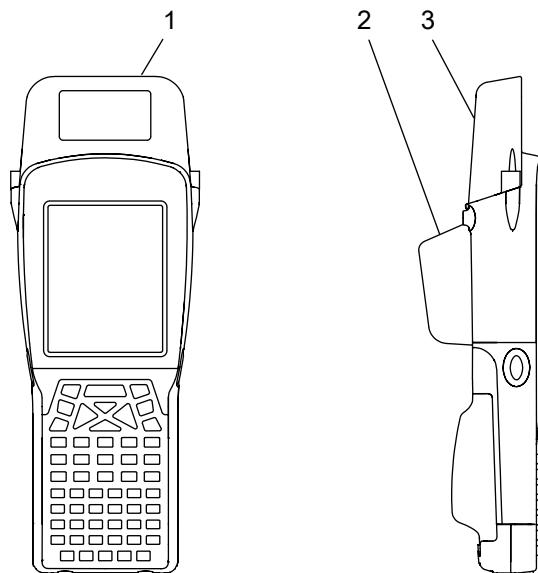

Abbildung 8 : Handheld-Programmer BIS M-871-1-0__-X-004 / BIS M-871-1-0__-X-005
- ▶ Tippen Sie am Windows CE Desktop auf **„Start > Programs > BALLUFF RFID > BIS M RFID“** (abhängig von der WindowsCE®-Version, ist statt „Start“ das vierfarbige Windows®-Logo anzutippen. (Vergleiche Abbildung 8) **oder**,